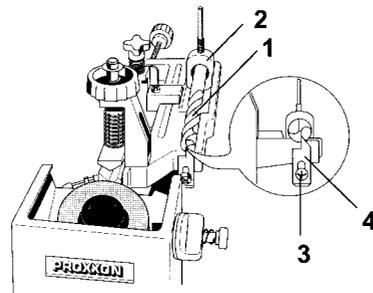

Fig. 5
2. Bohrer 1 (Fig. 5) mit Klemmeisen 2 in das Positionierprisma einlegen, bis zum Anschlag nach vorne schieben und, wie im Fig. 5 gezeigt, ausrichten (Schneiden senkrecht).
**Der Freiwinkel wird grundsätzlich durch die Positionierung im Klemmeisen (Fig. 5) eingestellt. Die Freiwinkelstellung ist werkseitig auf die Bohrerdurchmesser 3 bis 13 mm eingestellt und sollte nur in Extremfällen verstellt werden.**